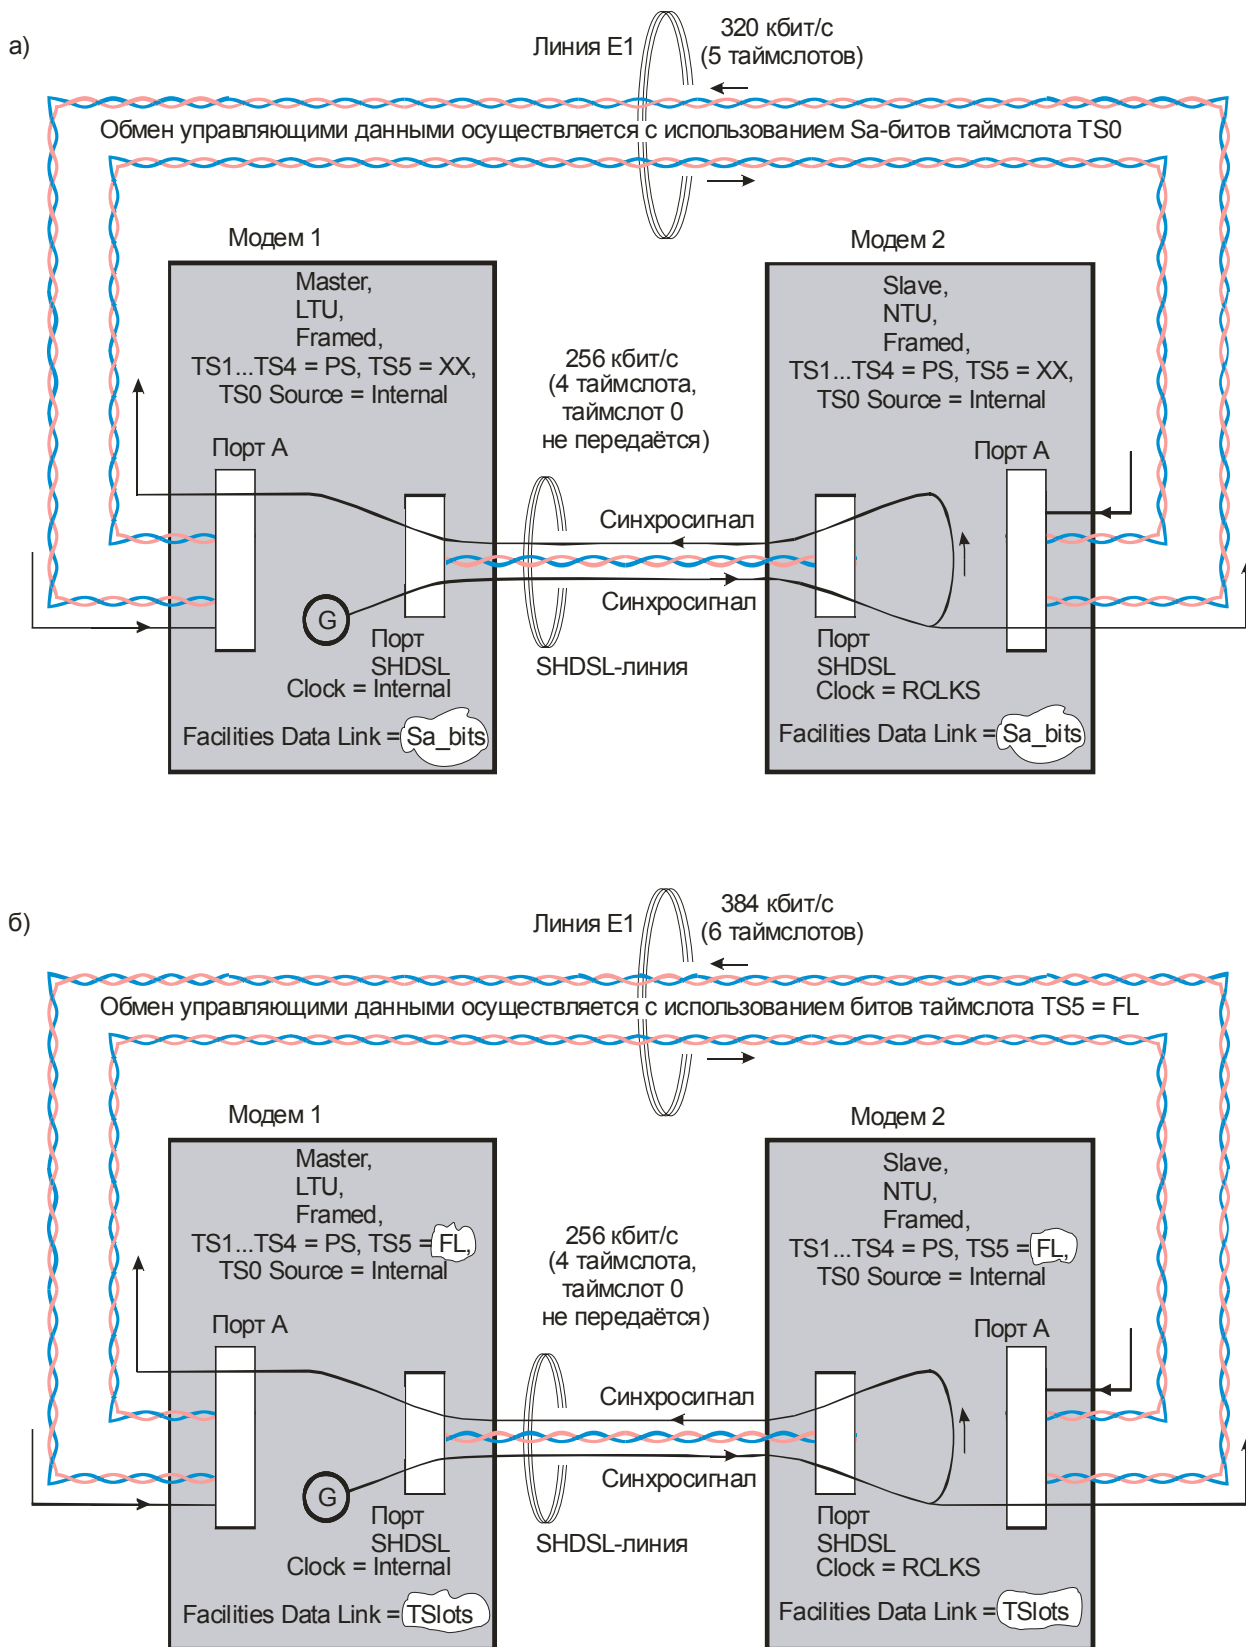

Рис. 13. Управление удалённым устройством (модемом 2) по линии Е1 с использованием таймслотов: а – TS0; б – TS5 (FL)
Модем позволяет управлять устройством, подключенным к дальней стороне линии E1. В качестве стандов, позволяющих проимитировать удалённое управление, воспользуемся схемами, приведенными на Рис. 13, а, б. Эти схемы различаются настройками параметров. Первая схема (Рис. 13, а) обеспечивает управление удалённым устройством (модемом) с использованием таймслота TS0, вторая (Рис. 13, б) – с использованием таймслота типа FL, в качестве которого выбран таймслот TS5. Для определённости предположим, что модем 1 – локальный, модем 2 удалённый.
2. Откорректируйте настройки модемов в соответствии с указанными на Рис. 13, а (б). Дождитесь установления связи между модемами.